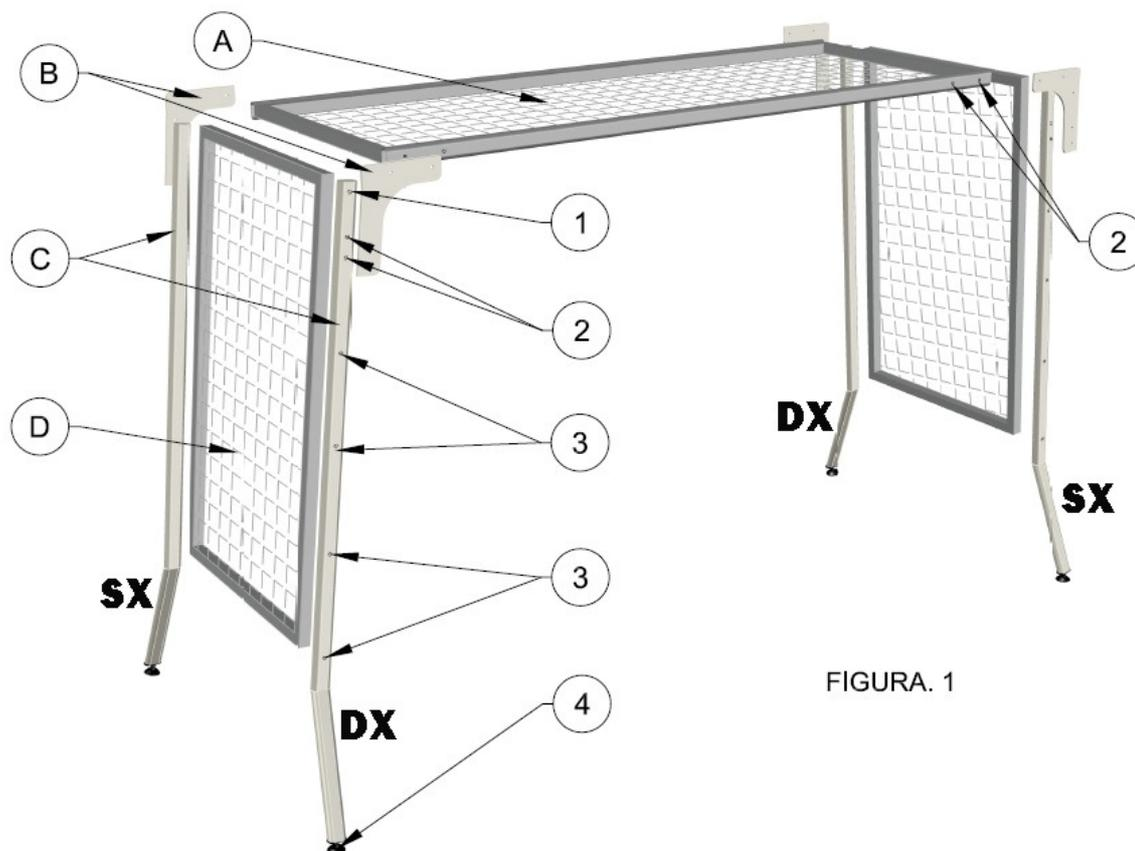

FIGURA. 1
- Accostare le gambe (posizione C) e i pannelli (posizione D) fissandole con le viti in dotazione (posizione 3 figura 1)
- Fissare i fianchi (posizione D+C) al pannello superiore (posizione A+B) con le apposite viti (posizione 1 e 2 figura 1)